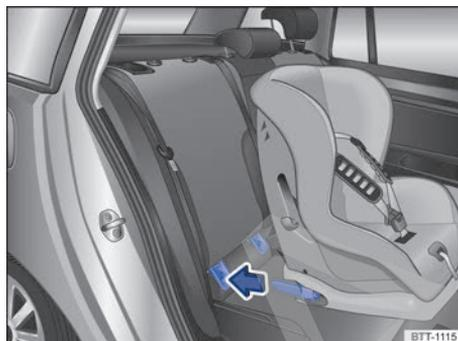

Fig. 49 Representación esquemática: montaje de un asiento para niños ISOFIX con conectores.
- Introduzca los conectores del asiento para niños en los anclajes ISOFIX en el sentido de la flecha → fig. 49. El asiento para niños deberá encastrar de forma segura y audible.